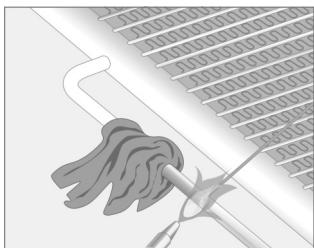
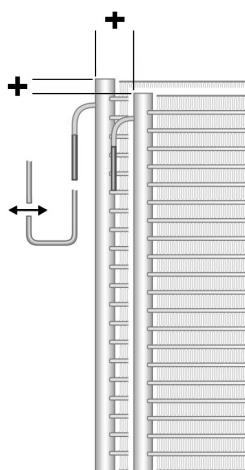
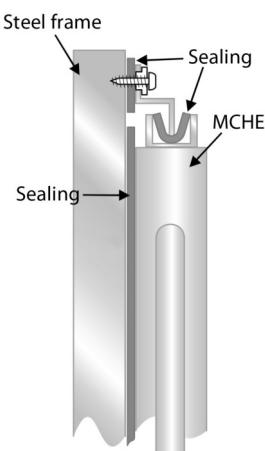

Fig. 4/Abb. 4/Rys. 4/图 4
Fig. 5/Abb. 5/Rys. 5/图 5
Fig. 6/Abb. 6/Rys. 6/图 6
**DK Forberedelse og installation** Danfoss MCHE-kondensator er udviklet med henblik på, at luftstrømmen og kølemidlet løber i krydsstrøm. Sørg for, at de to strømme løber korrekt. Kondensatorene fungerer bedst, hvis den installeres vertikalt eller hævet mindst 15° fra vandret placering (se fig. 1) med tilgangen til kølemidlet øverst (se fig. 2) og udgangen nederst. Sørg for, at luftstrømmen fordeles jævnligt over hele forsiden i henhold til de tekniske specifikationer for at nå den angivne kapacitet. Dette kan sikres ved at indkapsle luftstrømmen, og sørge for, at der ikke er nogen "Kortslutning" mellem blæserens tilgang og afgang. Forsegl de brede åbninger på begge sider af forsiden med tape (se fig. 3). Når rørene loddes på kobberrørene, skal der anvendes en våd klud på starten af kobberrøret for at minimere varmeoverførsel ved overgangen fra kobber- til aluminiumsrøret (se fig. 4). Aluminiumsrøret og de loddede samlinger må aldrig bøjes eller belastes. MCHE-kondensatorer af aluminium udvider sig og trækker sig mere sammen end andre varmevekslere. Sørg for god plads, så røret inden varmevekslertilslutningen kan bevæge sig (se fig. 5). Installationsunderstøtning og -beslag skal placeres, så MCHE-kondensatorer kan bevæge sig i to retninger (se fig. 5). Husk at indsætte plastik/gummiskum mellem aluminiumskondensatoren og andre typer metaller (se fig. 6).
**GB Preparation and Installation** The Danfoss MCHE condenser is designed to have the airflow and refrigerant in crossflow configuration. Arrange the two flows correctly. The condenser performs best installed vertically or at least 15° from the horizontal (see fig. 1) with the refrigerant inlet at the upper connector (see fig. 2), and the outlet at the lower connector. Ensure that the air flow is distributed evenly across the entire face area in accordance with the technical specification to attain the specified capacity. This can be achieved by housing the air flow and making sure there are no short-cuts between the fan intake and outlet. Seal the wide gaps on both sides of the face area with sealing (see fig. 3). When brazing the lines to the copper connections, use a wet rag at the base of the copper connection to minimise heating of the copper/aluminium transition (see fig. 4). Never bend or stress the aluminium tube or the brazed joints. Aluminium MCHEs expand and contract more than other heat exchangers. Allow for movement in the line prior to the heat exchanger connectors (see fig. 5). Installation supports/brackets must also allow the MCHE to move in two dimensions (see fig. 5). Remember to insert plastic/rubber/foam between the aluminium coil and dissimilar metals (see fig. 6).
Kupferanschlüsse einen feuchten Lappen am unteren Ende der Kupferverbindung verwenden, um das Erwärmen des Kupfer-/Aluminium-Übergangs zu minimieren (siehe Abb. 4). Das Aluminium-MCHEs schrumpfen und dehnen sich stärker als andere Wärmetauscher. Entsprechenden Bewegungsspielraum in der Leitung vor den Wärmetauscheranschlüssen berücksichtigen (siehe Abb. 5). Die Montagestützen/-halterungen müssen die Bewegung des MCHE in zwei Richtungen zulassen (siehe Abb. 5). Der Aluminium-MCHE unbedingt durch Kunststoff, Kautschuk oder Schaumstoff von ungleichartigen Metallen trennen (siehe Abb. 6).
**FR Préparation et installation** Le condenseur MCHE de Danfoss a été conçu de manière à ce que les flux d'air et le réfrigérant se croisent. Les deux courants doivent être configurés de manière appropriée. Le condenseur fonctionne de manière optimale lorsqu'il est installé dans le sens vertical ou selon un angle d'au moins 15 ° par rapport à la ligne horizontale (voir figure 1) avec l'entrée de réfrigérant au niveau du connecteur supérieur (voir figure 2), et la sortie au niveau du connecteur inférieur. Veillez à ce que le flux d'air soit réparti de manière uniforme sur toute la surface frontale conformément aux spécifications pour atteindre la capacité indiquée. On peut y parvenir en gainant le flux d'air et en veillant à ce qu'il n'y ait pas de bipasse entre l'entrée et la sortie du ventilateur. Fermez hermétiquement les larges espaces des deux côtés de la surface frontale au moyen d'un matériau d'étanchéité (voir figure 3). Lorsque vous brasez les conduites sur les raccords de cuivre, placez un chiffon mouillé à la base du raccord en cuivre pour limiter l'échauffement des raccords cuivre/aluminium (voir figure 4). Ne pliez jamais ni n'exercez de contrainte sur le tube en aluminium ou les joints brasés. Les MCHE en aluminium se dilatent et se contractent davantage que les autres échangeurs de chaleur. Relâchez légèrement la conduite avant les connecteurs de l'échangeur de chaleur (voir figure 5). Les supports/consoles d'installation doivent également permettre le mouvement dans les deux sens du MCHE (voir figure 5). N'oubliez pas de glisser du plastique, du caoutchouc ou de la mousse entre la batterie en aluminium et les autres métaux (voir figure 6).
**ES Preparación e instalación** Este condensador MCHE de Danfoss ha sido diseñado de modo que las corrientes de aire y refrigerante presenten una configuración de flujo cruzado. Configure las dos corrientes correctamente. El condensador desarrolla un rendimiento óptimo cuando se instala en posición vertical o con una inclinación de, al menos, 15° con respecto a la horizontal (consulte la fig. 1), empleando la conexión superior como entrada de refrigerante (consulte la fig. 2) y la conexión inferior como salida. Compruebe que el caudal de aire se distribuya uniformemente por toda el área frontal conforme a las especificaciones técnicas, con el fin de obtener la capacidad especificada. Es posible conseguirlo contenido el caudal de aire y garantizando un flujo uniforme a través de la batería. Selle los espacios existentes a ambos lados del área frontal con cinta selladora (consulte la fig. 3). Al soldar las líneas a las conexiones de cobre, coloque un paño húmedo en la base de la conexión de cobre para reducir al mínimo el calentamiento de la zona de transición de cobre/aluminio (consulte la fig. 4). Nunca doble ni someta a tensión el tubo de aluminio ni las uniones soldadas. Los condensadores MCHE de aluminio experimentan mayores
niveles de expansión y contracción que el resto de intercambiadores de calor. Tome las medidas necesarias para permitir el desplazamiento de la línea en las zonas situadas antes de las conexiones del intercambiador de calor (consulte la fig. 5). Los soportes y abrazaderas de instalación también deben permitir el desplazamiento bidimensional del condensador MCHE (consulte la fig. 5). No olvide colocar cinta de plástico, caucho o espuma entre el serpentín de aluminio y los diferentes metales (consulte la fig. 6).
**IT Preparazione e installazione** La configurazione del condensatore Danfoss MCHE prevedere un flusso d'aria e di refrigerante incrociato. Configurare i due flussi correttamente. Le prestazioni del condensatore saranno notevolmente superiori se l'apparecchio viene installato verticalmente o almeno a 15° rispetto al piano orizzontale (vedere fig. 1), con l'ingresso del refrigerante collegato al raccordo superiore (vedere fig. 2) e l'uscita collegata al raccordo inferiore. Assicurarsi che il flusso d'aria sia distribuito in modo uniforme su tutta la superficie, conformemente alle specifiche tecniche, per ottenere la resa specificata. Ciò può essere conseguito contenendo idoneamente il flusso d'aria e assicurandosi che il percorso fra l'ingresso e l'uscita della ventola sia uniforme. Sigillare ermeticamente gli spazi su entrambi i lati della superficie frontale con materiale sigillante (vedere fig. 3). Quando si brasano le tubazioni sui raccordi in rame, utilizzare uno straccio umido alla base del raccordo in rame per ridurre al minimo il riscaldamento della sezione di transizione rame/alluminio (vedere fig. 4). Non piegare o sottoporre a stress il tubo di alluminio o i giunti brasati. Gli MCHE in alluminio si espandono e si contraggono più di altri tipi di scambiatore di calore. Lasciare spazio per un leggero movimento delle tubazioni a monte dei raccordi dello scambiatore di calore (vedere fig. 5). Anche i supporti/staffe d'installazione devono consentire all'MCHE di muoversi in due dimensioni (vedere fig. 5). Ricordarsi di inserire nastro in plastica/gomma/espanso tra la batteria di alluminio e metalli dissimili (vedere fig. 6).
wydajności należy się upewnić, że przepływ powietrza jest równomierny w całym obszarze dolotowym, zgodnie z danymi technicznymi. Można to zrobić, zamkając przepływ powietrza w obudowie i upewniając się, że między wlotem a wylotem wentylatora powietrze nie ma żadnej możliwości przepływu bokiem. Na szerokie szczeliny po obu stronach obszaru dolotowego należy założyć uszczelki (zobacz rys. 3). Podczas lutowania linii do złączek miedzianych u podstawy złączki miedzianej należy założyć wilgotną szmatkę, aby zminimalizować nagrzewanie się połączenia miedzi z aluminium (zobacz rys. 4). Niedy nie należy wyginać ani obciążać rurek aluminiowych lub połączeń lutowanych. Aluminiowe skraplače MCHE rozszerzają się i kurczą w stopniu większym od innych wymienników ciepła. Należy umożliwić przemieszczanie się linii przed złączami wymiennika ciepła (zobacz rys. 5). Sposób zamontowania wsporników musi również umożliwiać przemieszczanie się skraplače MCHE w dwóch kierunkach (zobacz rys. 5). Należy pamiętać o zastosowaniu plastikowych, gumowych lub piankowych wkładek między wężownicą aluminiową a elementami z innych metali (zobacz rys. 6).
**RU Подготовка и монтаж** Конструкция конденсатора МКТО производства компании Danfoss рассчитана на перекрестный ток потока воздуха и хладагента. Отрегулируйте правильно оба потока. Оптимальные условия работы конденсатора обеспечиваются при вертикальной установке или установке под углом не менее 15° по отношению к горизонтали (см. рис. 1) с расположением входа хладагента у верхнего патрубка (см. рис. 2) и выхода у нижнего патрубка. Убедитесь, что поток воздуха равномерно распределяется по всей площине поверхности в соответствии с техническими условиями для достижения указанной производительности. Этого можно достичь путем пропускания потока воздуха через кожух и предотвращения потерь между входом и выходом вентилятора. Произведите герметизацию широких зазоров с обеих сторон поверхности при помощи герметика (см. рис. 3). Припаивая линии к медным соединениям, используйте влажную ветошь у основания медного соединения для сведения к минимуму нагревания перехода меди/алюминия (см. рис. 4). Категорически запрещается сгибать или оказывать давление на алюминиевую трубу или паяные соединения. Алюминиевые МКТО имеют высокий коэффициент теплового расширения. Примите во внимание возможность вибраций трубопроводов холодильного контура перед патрубками теплообменника (см. рис. 5). Монтажные опоры/кронштейны также должны обеспечивать движение МКТО в двух плоскостях (см. рис. 5). Не забудьте вставить пластиковую/резиновую/поролоновую проставку между алюминиевой катушкой и разнородными металлами (см. рис. 6).
**CN 准备与安装** 按照设计, Danfoss MCHE 冷凝器的横流结构中存在气流和制冷剂。请正确安排两种流向。为了保证最佳性能, 冷凝器应竖直安装, 或者以不小于 15° 的水平夹角进行安装(见图 1), 制冷剂入口连接到上方接口(见图 2), 出口连接到下方接口。为了实现额定容量, 应依照技术规格的要求, 确保气流均匀散布到整个面区。为了做到这一点, 应将气流罩住, 并确保风扇进气口和出气口之间无捷径。用密封件封闭面区两侧的缝隙(见图 3)。将管路焊接到铜接口时, 请在铜接口底部垫一块湿布, 以降低铜/铝的热量传递(见图 4)。切勿弯折或按压铝管或焊接点。与其他换热器相比, 铝制的 MCHE 更容易热胀冷缩。确保换热器接头前的管路能自由移动(见图 5)。安装支撑件/支架时, 也必须确保 MCHE 能在两个方向移动(见图 5)。别忘了在铝线圈和其他金属之间插入塑料/橡胶/泡沫(见图 6)。
**DK Korrosion** Undgå kontakt mellem aluminiumsoverflader på MCHE og andre metaller ved at adsikke dem med plastik, gummi eller skumtape for at forebygge galvanisk korrosion (se fig. 6). Pas endvidere på, at håndtering og fremstilling af produkter i nærheden ikke medfører, at MCHE udsættes for metalspærer, støv eller filspærer.
**GB Corrosion** To prevent galvanic corrosion, avoid contact between the aluminium MCHE and dissimilar metals by separating them with plastic, rubber or foam tape (see fig. 6). Also take care never to expose the MCHE to dissimilar metal chips, dust or filings from adjacent handling or manufacturing.
**FR Corrosion** Pour éviter la corrosion galvanique, évitez le contact entre les MCHE en aluminium et les autres métaux en les séparant avec du collant en plastique, caoutchouc ou mousse (voir figure 6). Veillez également à ne jamais exposer les MCHE à
**ES Corrosión** Con objeto de evitar que se produzca corrosión galvánica, evite el contacto entre el condensador MCHE de aluminio y otros metales de diferente naturaleza separándolos con cinta de plástico, caucho o espuma (consulte la fig. 6). Del mismo modo, procure que el condensador MCHE nunca se vea expuesto a partículas, polvo o limaduras de metales de naturaleza ajena al aluminio como resultado de la realización de operaciones de manipulación o fabricación en lugares cercanos.
**IT Corrosione** Per prevenire la corrosione galvanica, evitare il contatto fra l'MCHE in alluminio e metalli dissimili separandoli con nastro di plastica, gomma o espanso (vedere fig. 6). Prestare inoltre attenzione a non esporre l'MCHE a trucioli metallici dissimili, polvere o limatura generati dalla movimentazione o fabbricazione.
**PL Korozja:** W celu uniknięcia korozji galwanicznej należy zapobiec stykaniu się aluminiumgo skraplaczce MCHE z innymi metalami, oddzielając je plastikową, gumową lub piankową taśmą (zobacz rys. 6). Należy również uważać, aby nigdy nie narażać skraplaczce MCHE na działanie fragmentów lub opiórków z innego metalu powstających w pobliżu podczas montażu i konserwacji instalacji.
**RU Коррозия** Для предотвращения гальванической коррозии избегайте контакта между алюминиевым МКТО и другими металлами, отделя их при помощи пластмассовой, резиновой или поролоновой ленты (см. рис. 6). Также соблюдайте осторожность во избежание попадания в МКТО металлической стружки, пыли или опилок во время транспортировки или производства.
**CN 腐蚀** 为了防止电化学腐蚀, 请用塑料、橡胶或泡胶带将铝制 MCHE 与其他金属隔开, 以防它们发生接触 (见图 6)。另外请注意, 切勿让 MCHE 接触附近操作或生产中产生的异种金属的碎片、粉尘或挫屑。